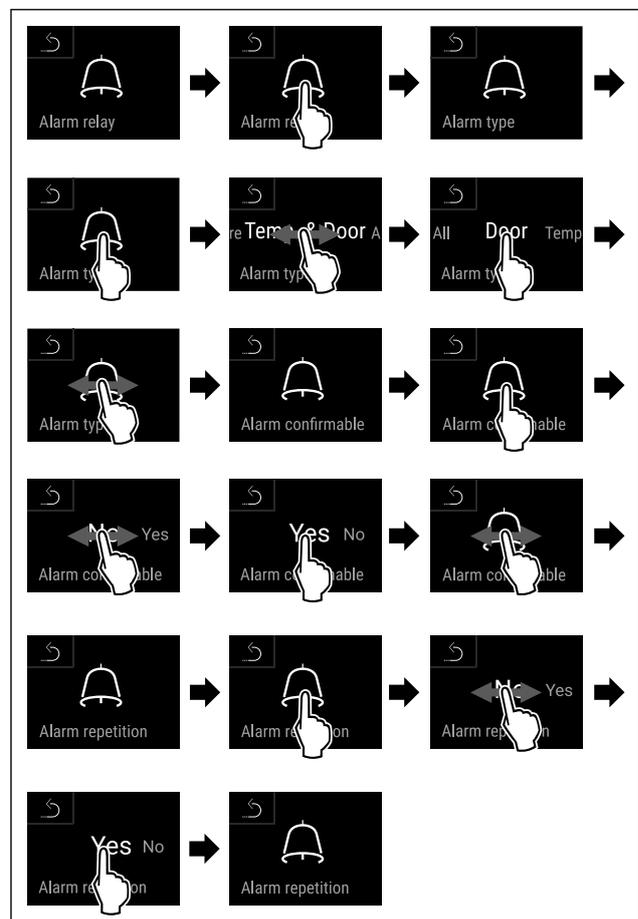

Fig. 158
- ▶ Handlungsschritte (siehe Fig. 158) durchführen.